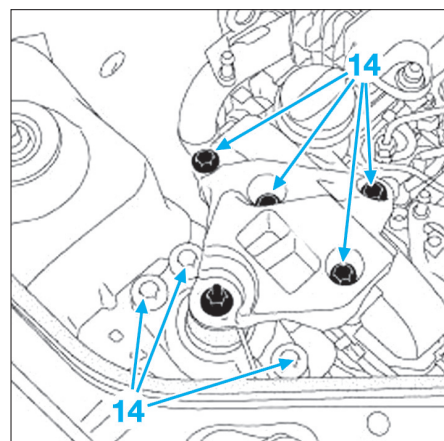

Fig. 44
- les vis de fixation (14) du support moteur droit (Fig.44),